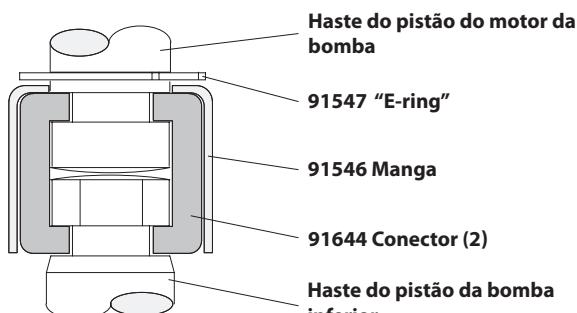

Figura 2
- Utilizando alicates para "E-rings", deslize o "E-ring" para o mais longe possível, de modo a permitir que a manga se desloque para cima e liberte os dois conectores (ver figura 2).